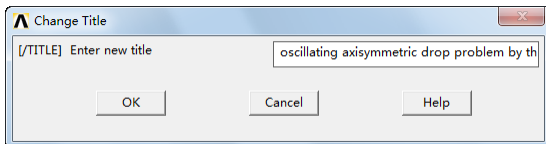

图 7-77 “Change Title”对话框
②定义工作标题：依次选择 Utility Menu→File→Change Title，会出现“Change Title”对话框，在对话框中输入工作标题“Oscillating axisymmetric drop problem by the VOF/CSF solution”，如图 7-77 所示，单击“OK”按钮关闭对话框。